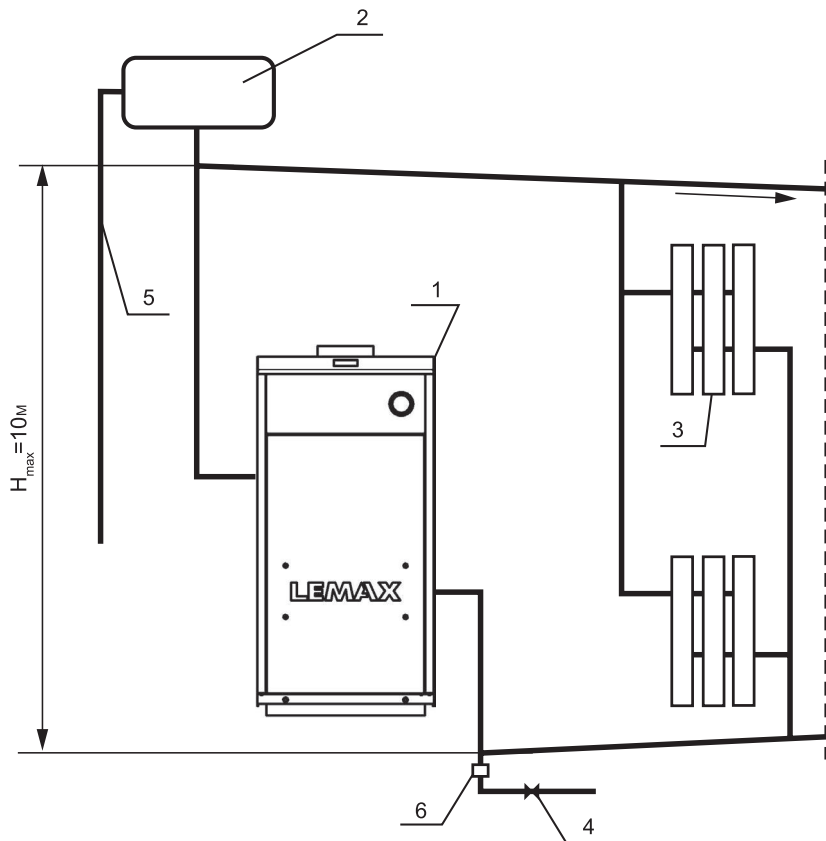

Рис. 2.
- 6.6. Р ширительный б чок уст н влив ется в верхней точке гл вного стояк , жел тельно в от плив емом помещении. З прец ется уст н влив ть вентиль н сигн льной трубе (см. рис. 2, 3).